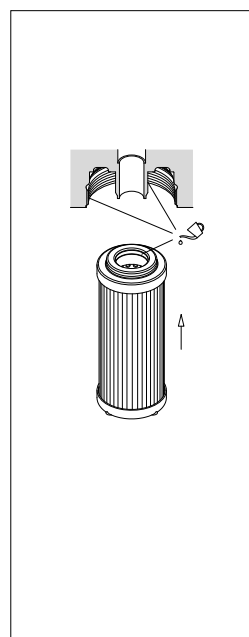

fig. 16
- (Fig. 16) Lubrificare con il fluido di lavoro l'O-ring dell'elemento filtrante, il codolo e la sede della testata, quindi calzare l'elemento filtrante sul codolo. Prestare attenzione a non danneggiare la guarnizione O-ring